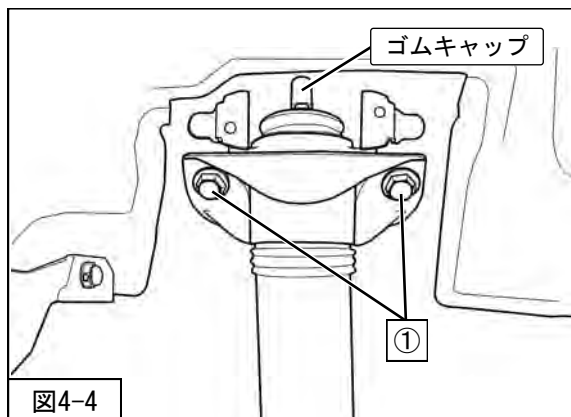

図4-4
6. ①リアショックアブソーバASSYアッパー取付ボルトを取付けてください。(図4-4) (締付トルク: 63N・m)
8. ゴムキャップを取付けてください。(図4-4)